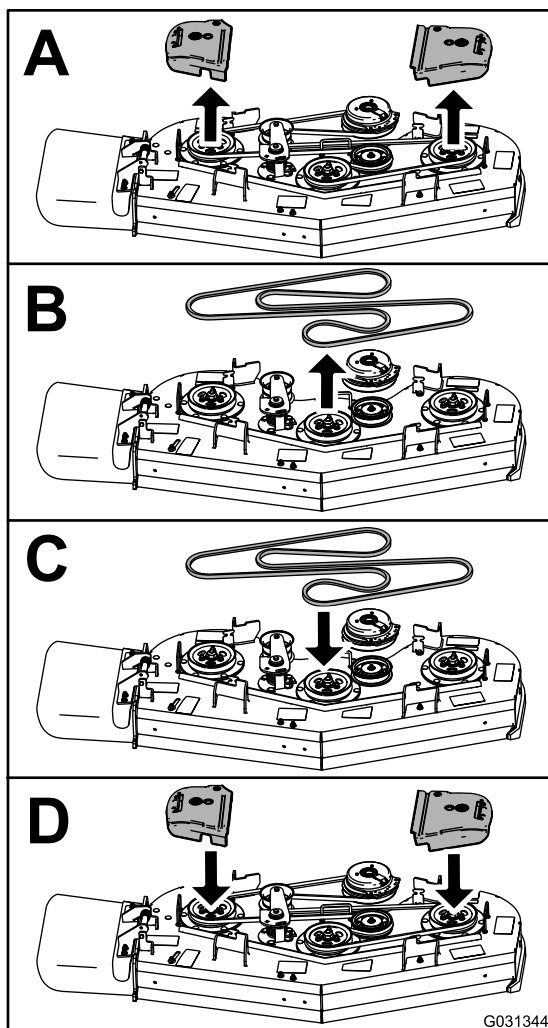

Figura 65
3. Sustituya la correa según se muestra en Figura 65.